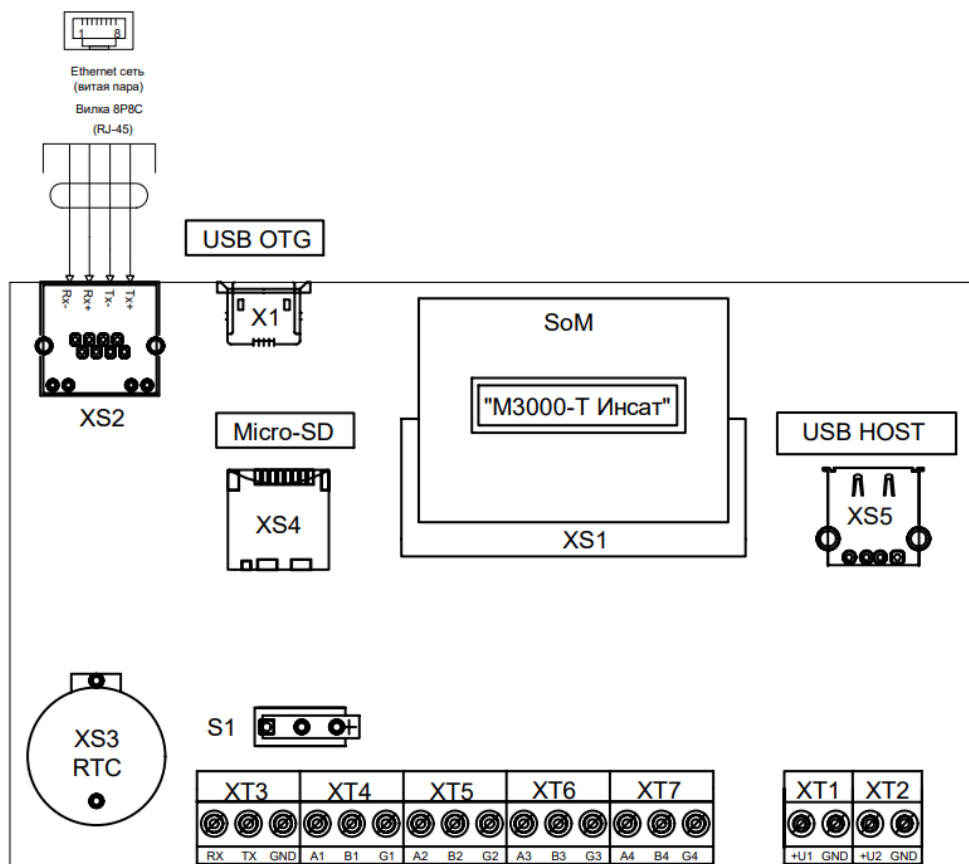

Рисунок 4. Схема внешних соединений контроллера
Монтаж соединительных линий производится в соответствии с рис. 4.
5.1 Подключение контроллера при проверке осуществляется по схеме, показанной на рис. 4.